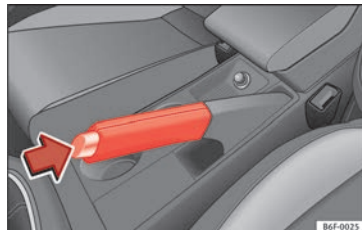

Abb. 178 Handbremse zwischen den Vordersitzen.
– Ziehen Sie den Hebel der Handbremse fest nach oben »» **Abb. 178**.
– Ziehen Sie den Hebel etwas nach oben, drücken Sie die Entriegelungstaste in Pfeilrichtung »» **Abb. 178** und führen Sie den Handbremshebel ganz nach unten »» **△**.